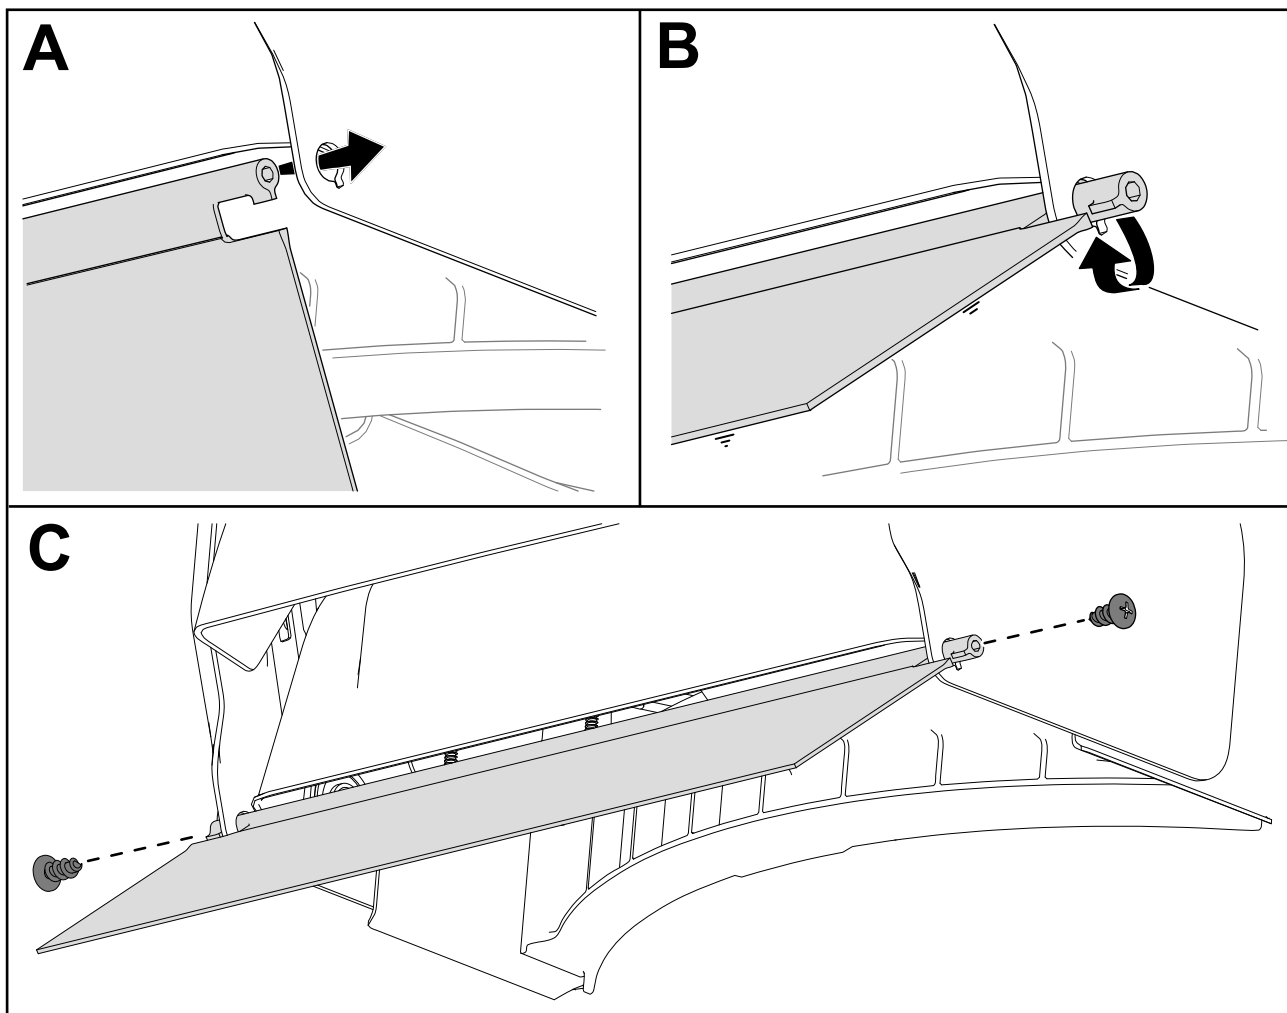

Рисунок 3
1. Установите задний щиток, вставив его в отверстия боковой пластины (Рисунок 3).
2. Прикрепите 2 винтами задний щиток к машине (Рисунок 3).